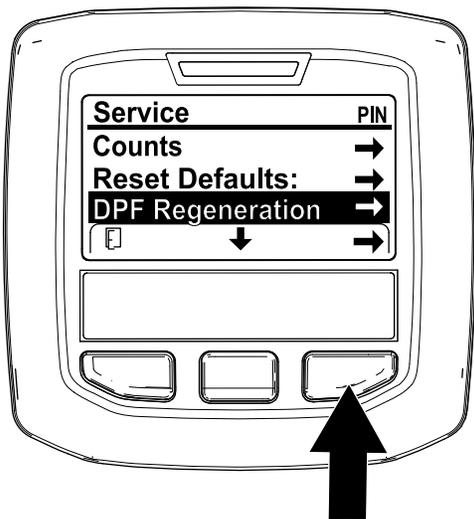

Рисунок 32
1. Перейдите к меню Service (Техобслуживание), нажмите среднюю кнопку для прокрутки вниз к опции DPF REGENERATION (РЕГЕНЕРАЦИЯ DPF) (Рисунок 32).
2. Нажмите правую кнопку для выбора позиции DPF Regeneration (Регенерация DPF) (Рисунок 32).